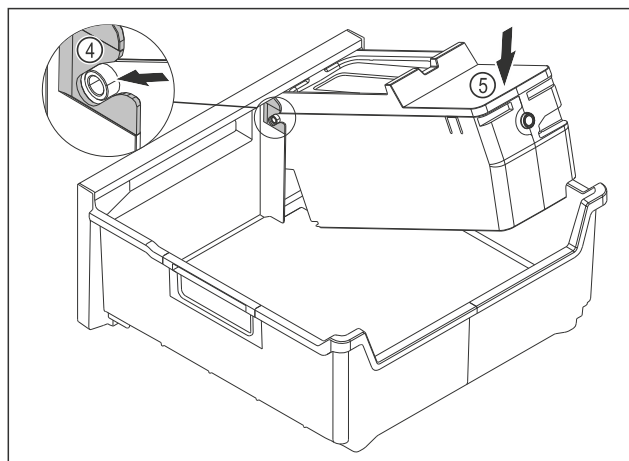

Fig. 140
- Смонтируйте корпус EasyTwist-Ice: Вставьте оси корпуса EasyTwist-Ice в направляющие Fig. 140 (4).
- Вдавите корпус EasyTwist-Ice Fig. 140 (5) вниз.